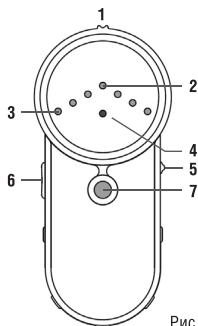
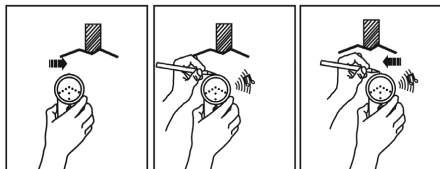

Рис. 1
Рис. 2
– Разметка может быть осуществлена с использованием паза 1 (см. рис. 1) с помощью ручки или маркера (см. рис. 2).